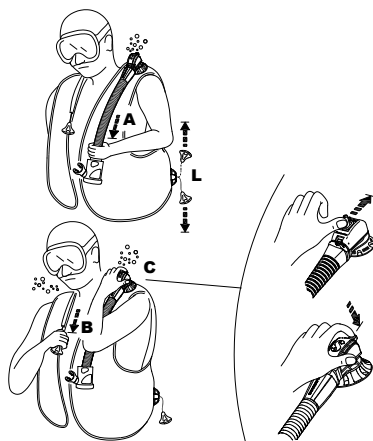

fig. 7
- a) tirando leggermente sull'assieme tubo corrugato (fig. 7 - A).
- b) spingendo di lato il pulsante che sporge fuori dalla cassa della valvola (fig. 7 - C) (Brev.): questo sistema può anche essere utile per scaricare il sacco di un altro subacqueo in difficoltà (panico, stato d'incoscienza, ecc.)
- Il gruppo di scarico manuale (monocomando) presenta infatti un pulsante di scarico supplementare (brevettato) sul gomito corrugato che quando viene azionato (fig. 7-C) scarica il sacco, ad es. in caso di difetto dello stesso monocomando (cavetto interno, pernetti di fissaggio rotti, ecc.) o mentre si respira con l'AIR 2.
Valvola di scarico manuale sulla spalla (fig. 7-B)
La valvola sulla spalla destra, si aziona tirando leggermente il pomolo, collegato ad essa da un cordino (fig. 7 - B). Per attivare la valvola di scarico manuale, posizionarsi in modo che la valvola sia in posizione superiore rispetto al jacket.
Attivare la valvola di scarico fino a quando si è raggiunto il valore di galleggiabilità desiderato. Per chiudere la valvola smettere di tirare il pomolo (fig. 7-B)
Valvola di scarico manuale inferiore (fig. 7-L)
Questa valvola, che ha doppia funzione, è collocata dietro e in basso sul jacket: serve per scaricare aria quando il subacqueo è in posizione orizzontale o a testa in giù, tirando il pomolo collegato ad essa con un cordino. (fig. 7-L)
I dispositivi di scarico con la massima portata di scarico del gas, sono la valvola sulla spalla (fig. 7-B) e la valvola inferiore (fig. 7-L)